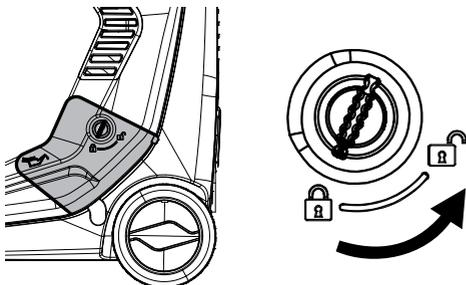

Рис. 9. Снятие лючка для доступа к маслозаливной горловине
2. Поверните ручку замка и снимите лючок для доступа к маслозаливной горловине (Рис. 9).
2. Снимите лючок для доступа к маслозаливной горловине (Рис. 9).